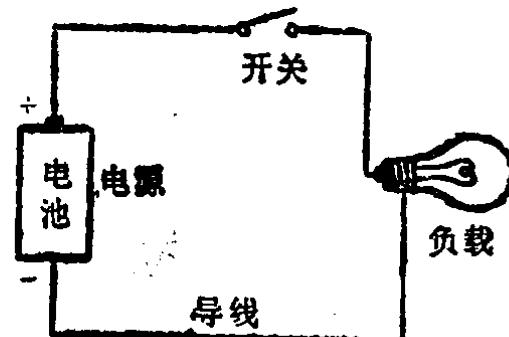
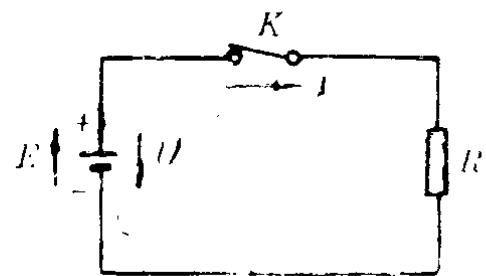

图 1-2 电路的组成
图 1-5 电路图
运行都是依靠电流的作用。为要产生电流，需要构成电路。最简单的用电电路如图1-2所示。从图中可以看到，一个电路主要由电源、负载、导线三部分组成。
4. 电路图：像图1-2那样的实物电路图，看起来易懂，但画起来太麻烦，又没有突出电路的本质。例如，我们常用的电烙铁的木柄、烙铁头，与电路没有丝毫关系，电烙
应用这个办法画电路图，图 1-2 所示的电路就可用图 1-5 表示，其中  $\text{---}+$  表示直流电源，相当于图 1-2 中的电池。 $\square$  表示电阻，相当于图 1-2 中的灯泡（即负载）。图中并标出了电势、电压和电流的方向。